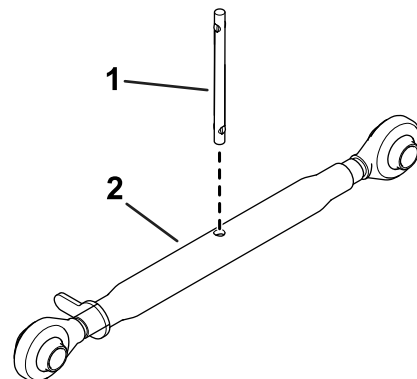

Bild 6
1. Einbau der Stange am Oberlenker (Bild 6).